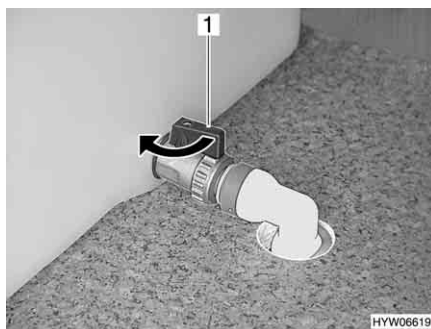

Fig. 166 Serbatoio dell'acqua
- Ruotare il rubinetto di scarico acqua (Fig. 166,1) sul serbatoio dell'acqua nella direzione **opposta** a quella della freccia. L'acqua fuoriesce.